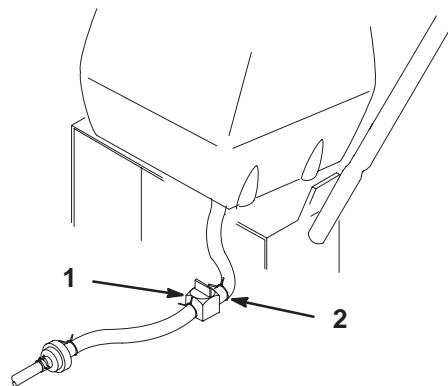

Figure 37
2. Fermez le robinet d'arrivée d'essence sur le réservoir (Fig. 37).
3. Pincez les extrémités du collier de fixation et poussez le collier en haut de la conduite d'alimentation, à l'opposé du robinet d'arrivée de carburant (Fig. 37).
4. Débranchez la conduite d'alimentation du robinet (Fig. 37). Ouvrez le robinet d'arrivée de carburant et laissez l'essence s'écouler dans un bidon ou un bac de vidange.
3. Fermez le robinet d'arrivée d'essence sur le réservoir (Fig. 37).
7. Ouvrez le robinet d'arrivée d'essence sur le réservoir (Fig. 37).
8. Recherchez et réparez les fuites éventuelles (Fig. 37).